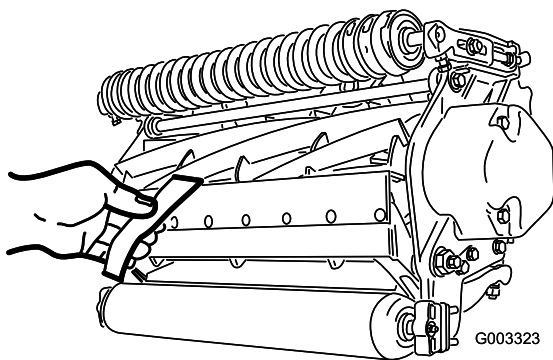

図 12
3. リール前面の左右いずれかの端を選び、リールと下刃の間に新聞紙片を差し入れる（図 12）。リールをゆっくり前回転させながら下刃調整ネジ（図 11）を締め（新聞紙を入れた側の調整ネジを、1 目盛りずつゆっくりと）、新聞紙を前から（ベッドナイフの上面に平行に）入れると軽く挟まれる程度に調整する。新聞紙を引き抜くのに軽い力が必要な程度でよい。
5. 両側の調整ができれば最終確認を行う：紙片をリールの前から差し込んだ時にははさむだけ、下から差し込むと切れるのが正しい調整である（図 12）。リールと下刃のごくわずかの接触で紙が切れなければいけない。接触を強くしないと切れない（リールが新聞紙を強く挟み込まないと切れない）場合には、鋭利な刃先を取り戻して精密なカットができるようにバックラップか研磨を行うことが必要である（Toroリール・モアとロータリー・モアのための研磨マニュアル Form No. 80-300PT を参照）。